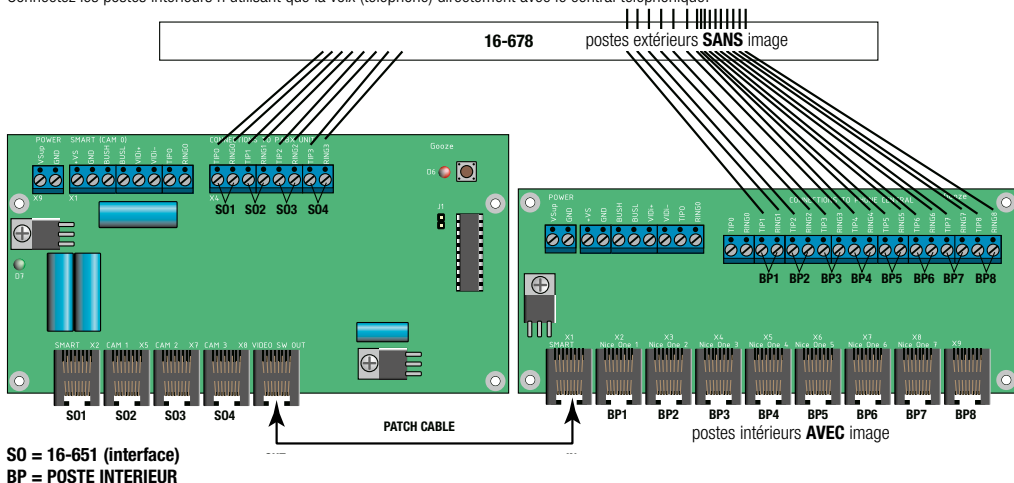

fig.1: circuit imprimé sélecteur (gauche) et circuit imprimé répartiteur (droite) situés à l'intérieur du sélecteur vidéo 16-670-01.
- Raccordez le câble de brassage fourni aux connecteurs RJ45 comme indiqué à la fig. 1.
Tirez la fiche de la prise avant de brancher l'appareil. La face arrière du sélecteur vidéo est pourvue d'ouvertures dans lesquelles vous pouvez passer les lignes téléphoniques. Raccordez les lignes téléphoniques analogiques au bloc de connexion situé à l'intérieur du sélecteur vidéo (fig.1). Les raccordements TIPO et RING0,..., TIP3 et RING3 du circuit imprimé de gauche sont ceux des lignes téléphoniques sur lesquelles sont raccordées les interfaces (entrées S01, S02, S03 et S04).
Si un interface (poste extérieur avec caméra) ou un interface caméra (caméra externe) est raccordé sur une des bornes d'entrée de l'interface (fig.1, S01, S02, S03 ou S04), l'image d'une des caméras peut être affichée sur tous les postes intérieurs programmés. Programmez le signal vidéo adressable à l'aide de l'interface (voir mode d'emploi du 16-651).